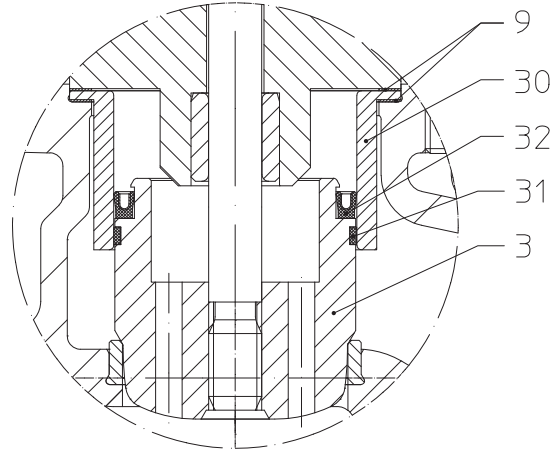

Рис. 27: затвор для понижения давления
- Установите новое уплотнение поршня (поз. 32), соблюдайте правильное монтажное положение (см. Рис. 27).